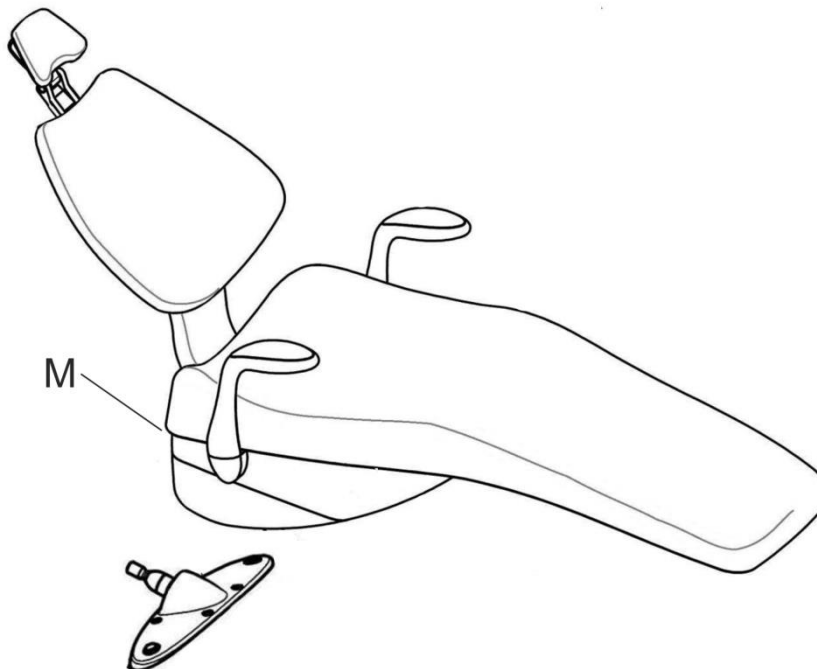

Рисунок 6.2.1
6. Функції кнопок на пульті блока асистента відповідають функціям на джойстик крісла пацієнта. Кнопка P на пульті блока асистента відповідає кнопці M збоку крісла (див. Рисунок 6.2.1).